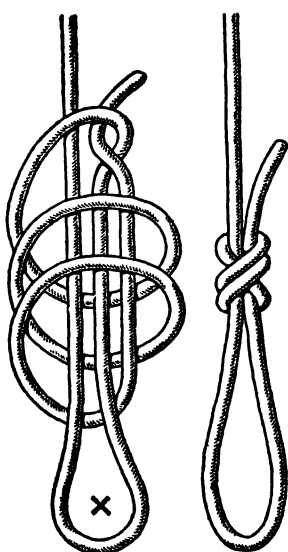

Рис. 87. Эшафотный узел
**Эшафотный узел** (рис. 87). Его название говорит о его назначении. Это один из старинных узлов, выработанный многовековой практикой смертной казни через повешение. Однако, несмотря на свое мрачное предназначение, его с успехом можно применять для многих других целей. Например, для временного крепления троса за разные предметы.